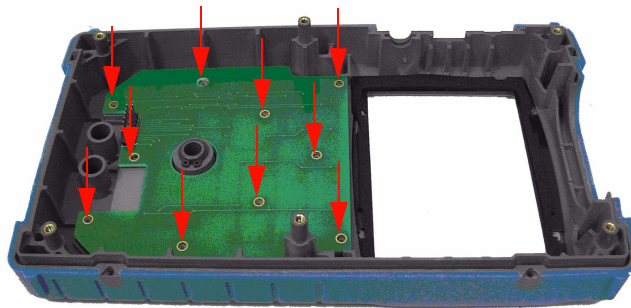

Abbildung 8-11 Entfernen Sie die zehn Schrauben von der vorderen Abdeckung
- 2 Lösen Sie, wie in Abbildung 8-11 dargestellt, die Schrauben und entfernen Sie die Schnittstellenplatte des Tastenfelds.